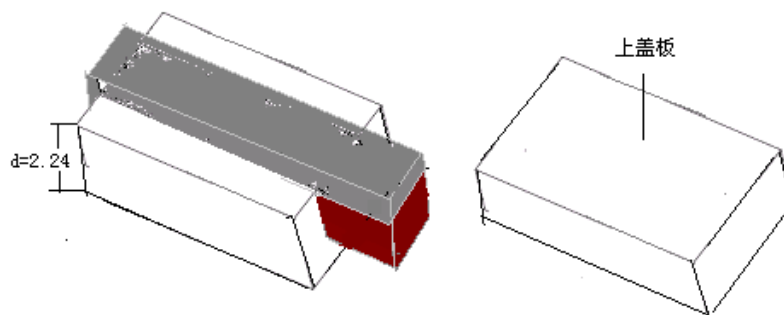

图 3 压缩模具固定样品示意图
- 1) 压缩模具, 见图 3;
2) 将测试样品水平固定到测试模具中, 模具凹槽 2.24mm, 两端固定, 用上盖板将硅胶条压实, 见图 3;